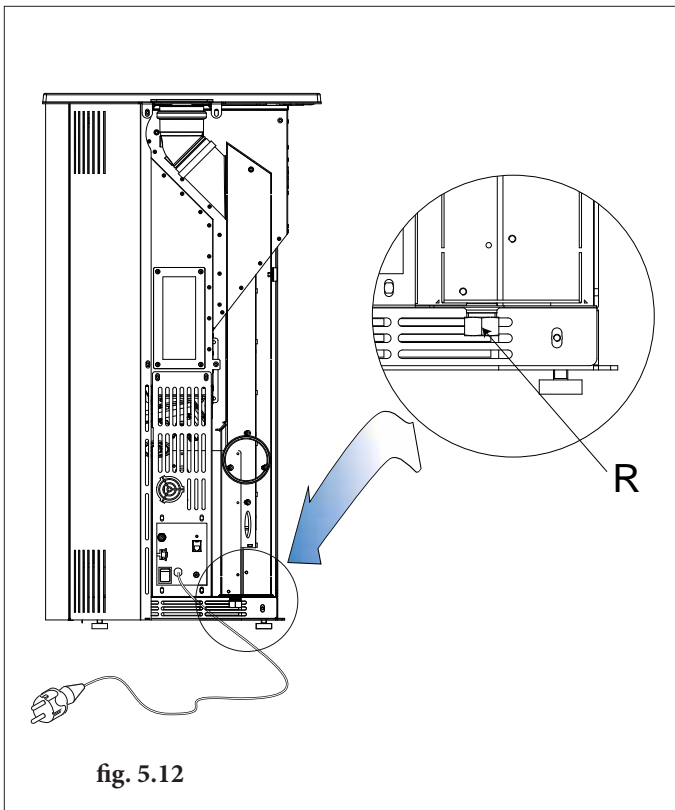

fig. 5.12
5.5.2 A livello di ulteriore misura di sicurezza è previsto un raccordo filettato con tappo di chiusura "R", al fine di collegare un tubo di scarico condensa nella remota improbabile eventualità dovesse essere necessario (Fig. 5.12).